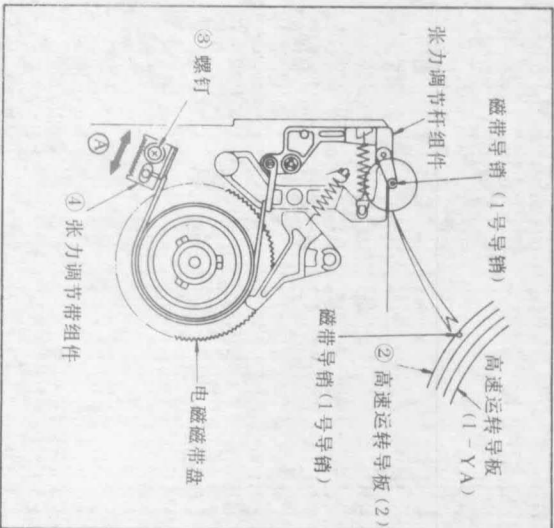

图 32 张力调节杆位置调整
- 2) 拧松螺钉③,按箭头Ⓐ所示方向移动张力调节带组件④,直至张力调节杆组件①的磁带导销(1号导销)位于高速运转导板(2)②外周内部为止,如图 32 所示。